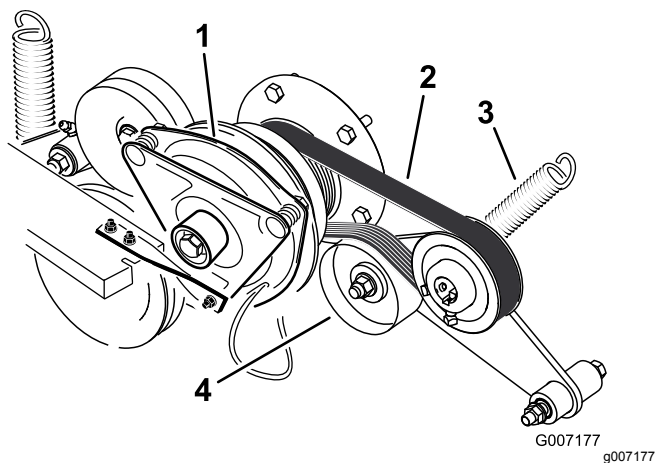

Figura 77
3. Retire el muelle del brazo de la polea tensora (Figura 77).
4. Instale la correa nueva alrededor de la polea del motor y de la bomba hidráulica (Figura 77).
6. Instale el muelle en el brazo tensor (Figura 77).